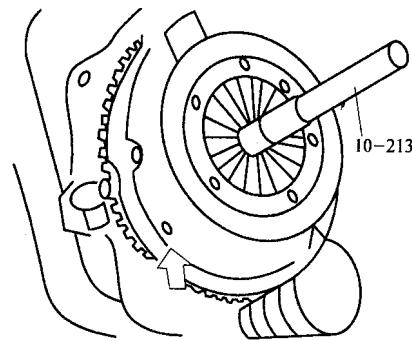

图 1-9 离合器的安装
- ④拆下膜片弹簧装配螺栓，将压盘及膜片与离合器盖分离。
- ①用专用工具将飞轮固定。
- ②用专用工具 10-213 将离合器从动盘定位于飞轮和压盘中心，如图 1-9 所示。
- ③装上离合器盖与飞轮的紧闭螺栓。并用 25N·m 的力矩对角逐渐旋紧。